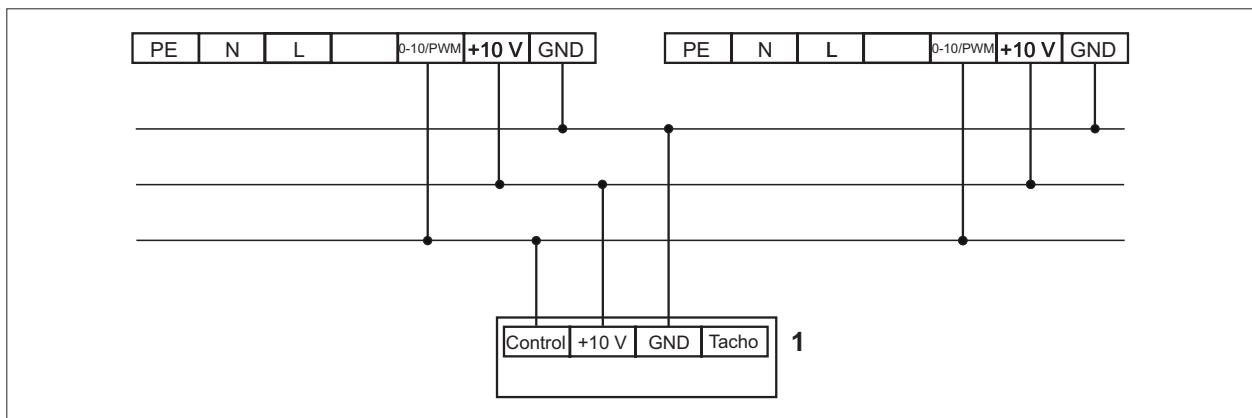

Рис. 6.2 Схема соединений бесступенчатого регулятора частоты вращения 0 - 10 В с несколькими воздухонагревателями LH-EC
- Рис. 6.2 Схема соединений бесступенчатого регулятора частоты вращения 0 - 10 В с несколькими воздухонагревателями LH-EC См.